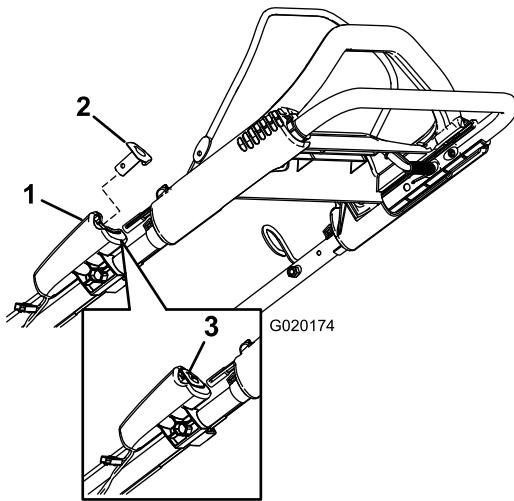
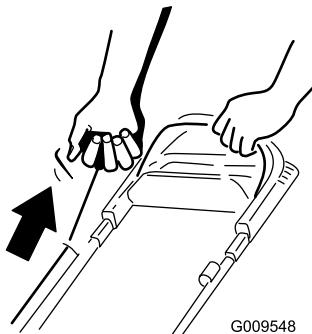

Рисунок 18
Рисунок 19
- Нажмите кнопку электрического запуска (только на моделях с электрическим запуском, см. Рисунок 18), или потяните за рукоятку механического запуска (Рисунок 19).
Примечание: Если кнопка электрического запуска была снята, вставьте ее в электрический стартер, см. Рисунок 18 (только для модели с электрическим запуском).
Примечание: Слегка потяните за ручку стартера без усилия до тех пор, пока не почувствуете сопротивление, после чего резко дерните ее (Рисунок 19). Дайте тросу медленно вернуться в ручку.